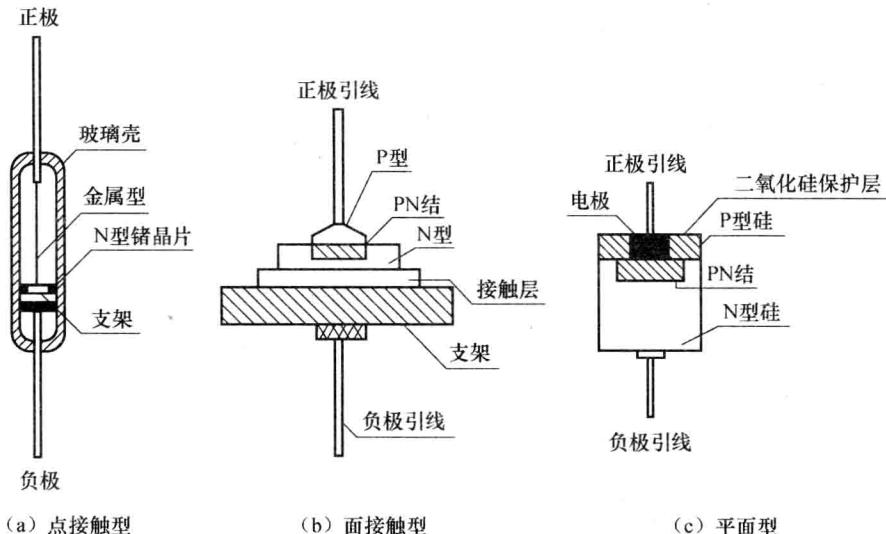

图 1-1 二极管的结构
- 2) 按照结构分：点接触二极管、面接触二极管、平面型二极管，其结构如图 1-1。